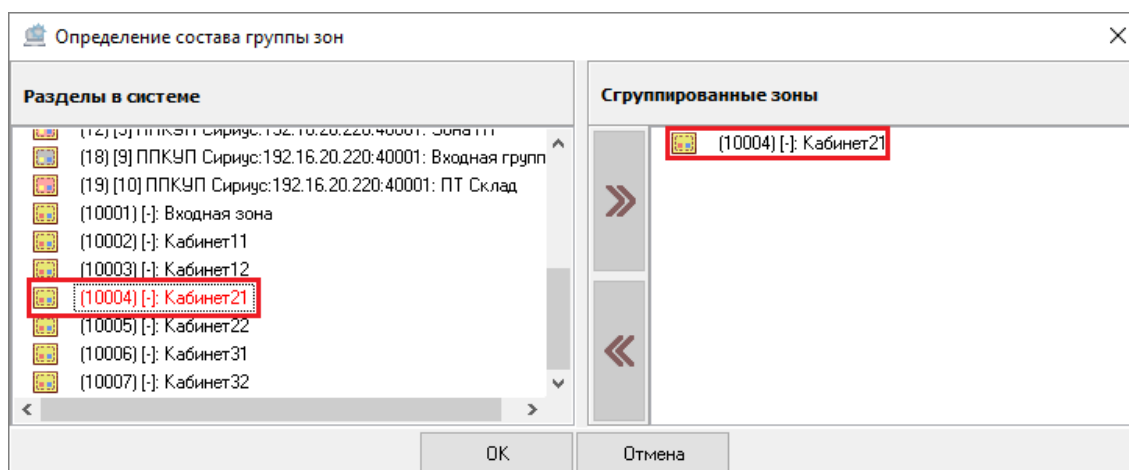

Рисунок 6-349 Выбранная системная зона
В поле **«Зоны в системе»** отображаются все системные и аппаратные зоны того рабочего места, для системной группы зон которого определяется состав. При этом для зон, выбранных в качестве составляющих настраиваемой группы зон, применяется маркировка **красным шрифтом** (см. Рисунок 6-349).
- дважды кликните левой клавишей мыши по системной зоне в поле «Зоны в системе». Системная зона будет добавлена в поле «Сгруппированные зоны» (см. Рисунок 6-349);